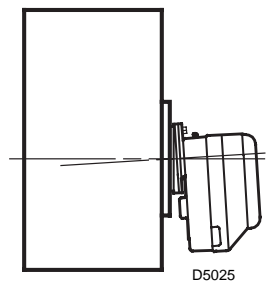

Abb. 5
- Nach Abschluß der Montagearbeiten überprüfen, ob der Brenner leicht gereinigt ist, wie in Abb. 5.